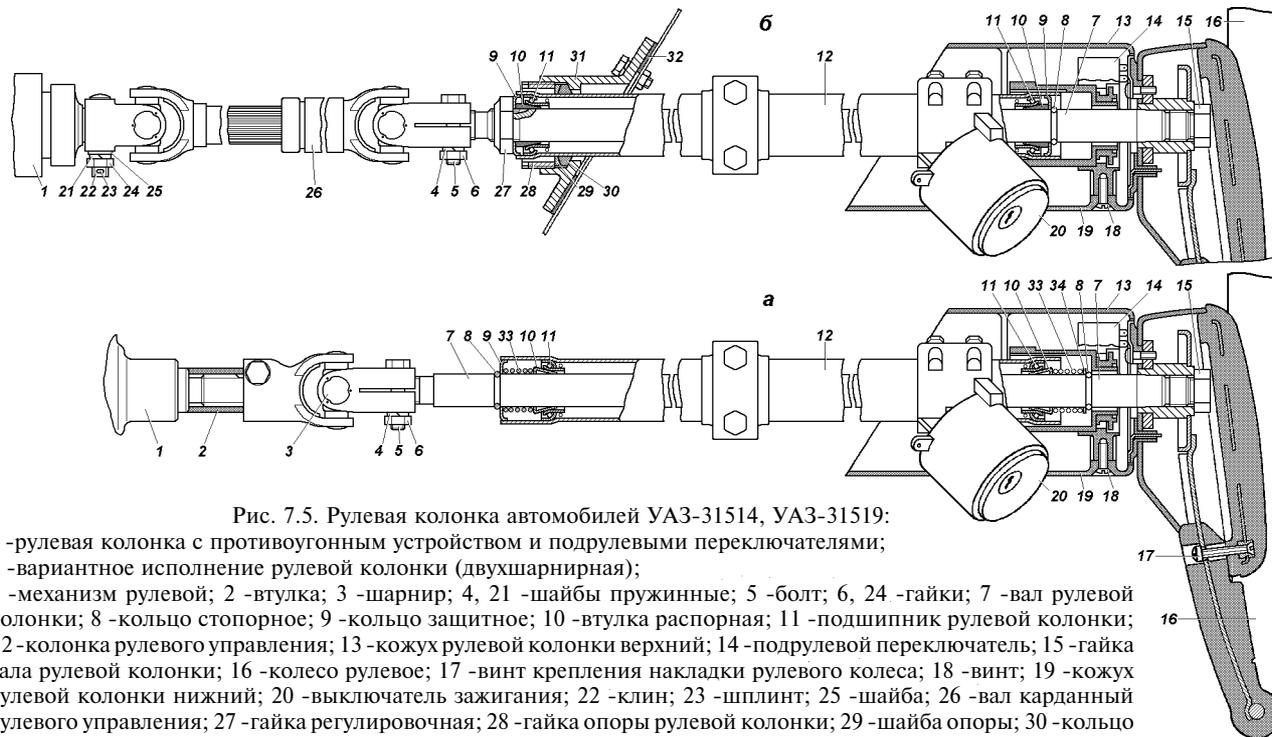

Рис. 7.5. Рулевая колонка автомобилей VAZ-31514, VAZ-31519:
3. Вынуть шплинт 23 (рис. 7.5 б), отвернуть гайку 21 и вынуть клин 22 из вилки шарнира.
5. Присоединить вилку шарнира, вставить клин 22 (рис. 7.5 б), установить шайбы 25 и 21, завернуть гайку 24 и зашлинтовать.